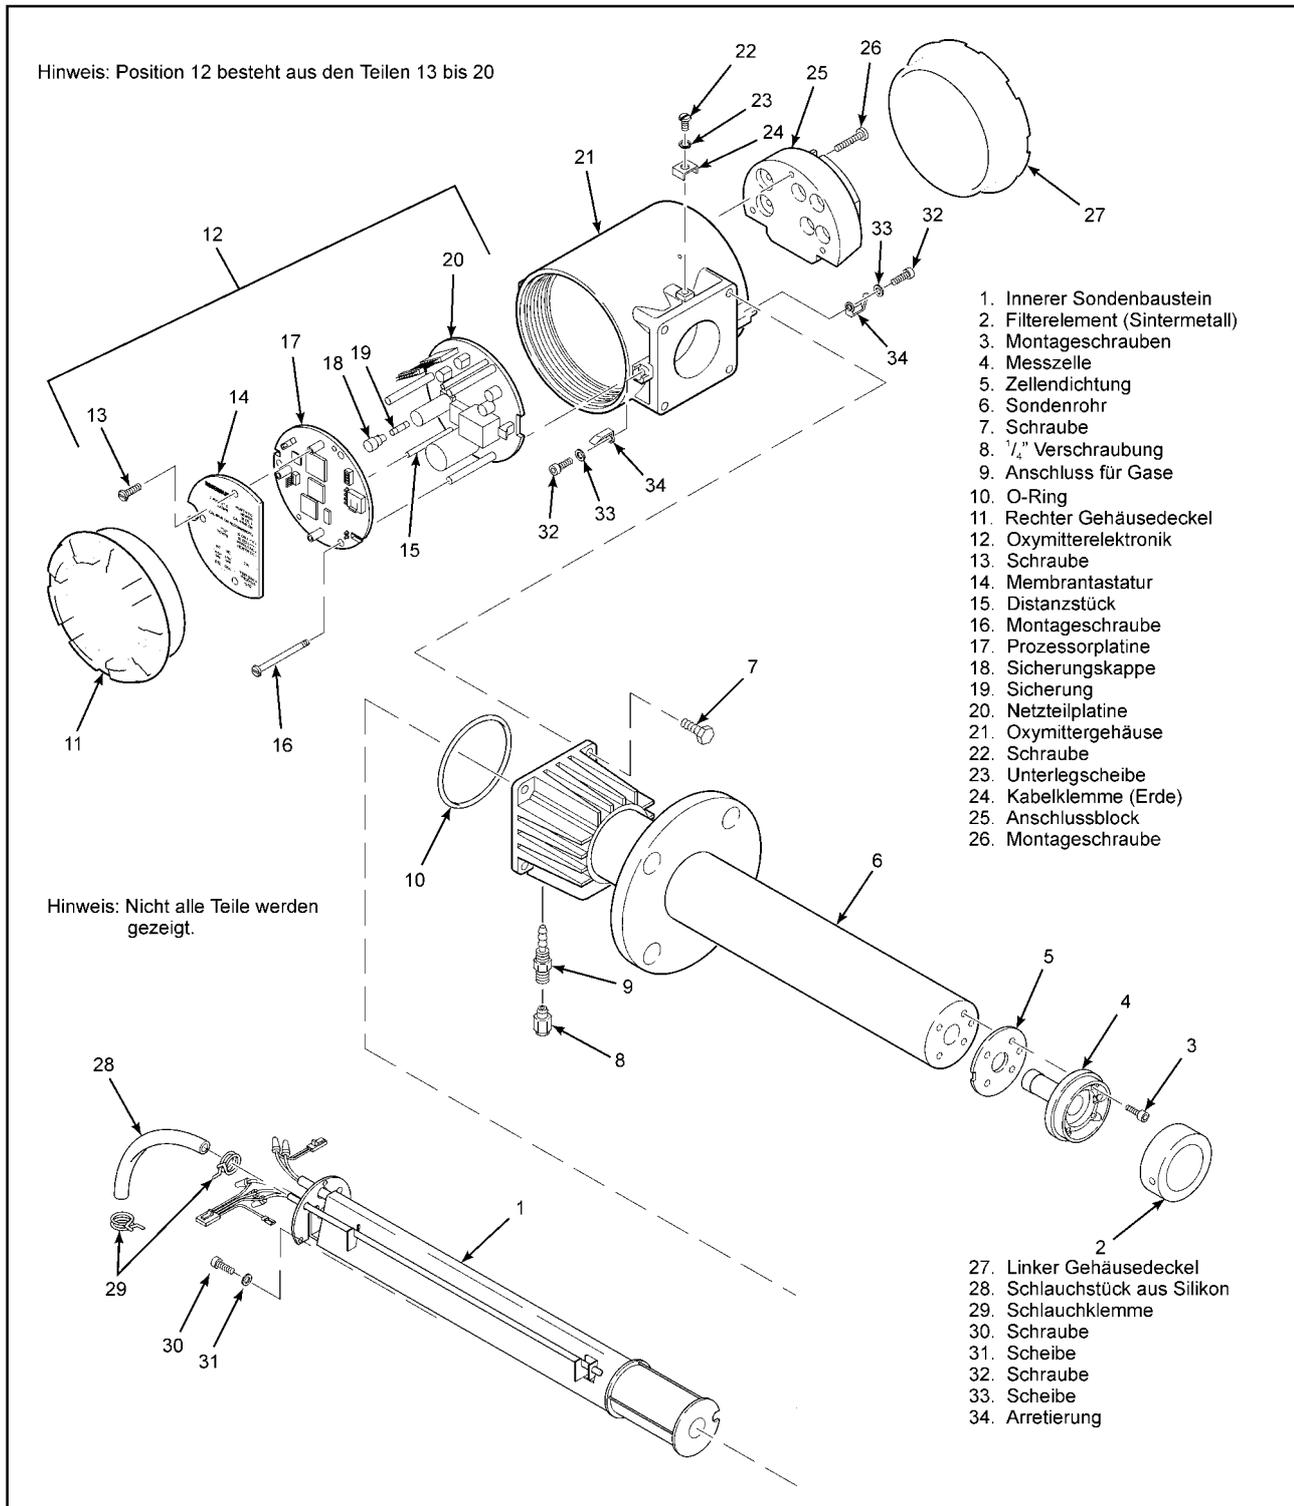

Abbildung VI-1 Explosionszeichnung OXYMITTER 4000
- Hinweis 3: Wird durch den Austausch des Rückschlagventiles keine Verbesserung erzielt, so kann der rote Silikonschlauch (siehe Abbildung VI-1, Teil 28) blockiert sein..